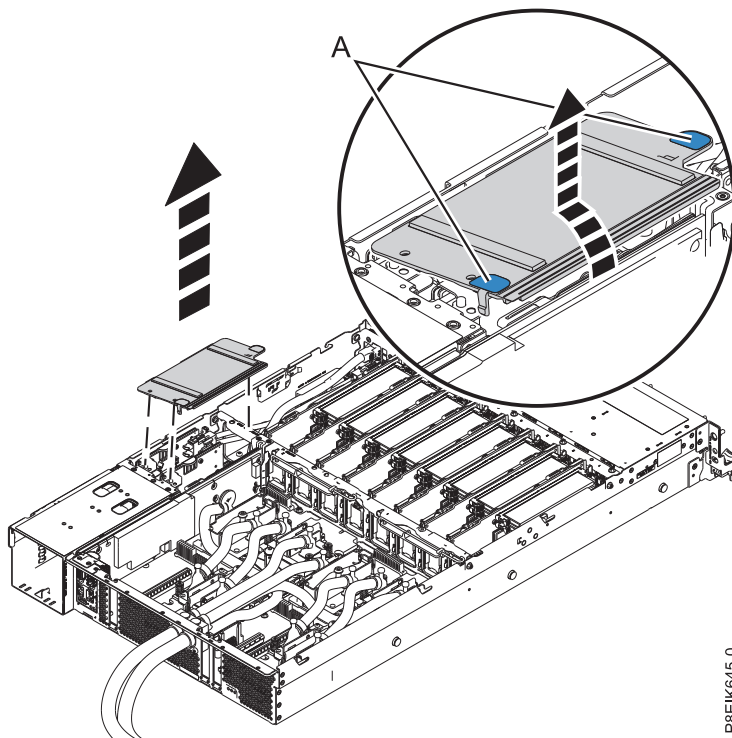

Figure 59. Retrait du déflecteur d'air du connecteur de bus d'alimentation
2. Retirez le déflecteur d'air du connecteur de bus d'alimentation. Libérez-le en agissant sur les languettes bleues (A) et tirez-le hors du système. Voir figure 59.